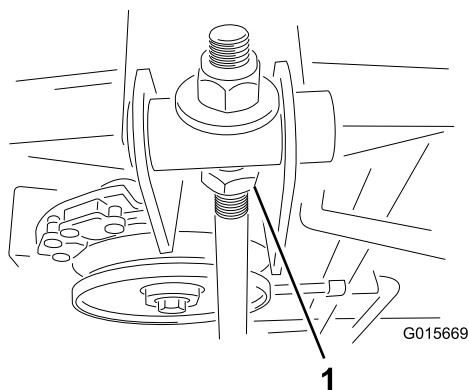

Figura 42
7. Allentate il contro dado (Figura 42).